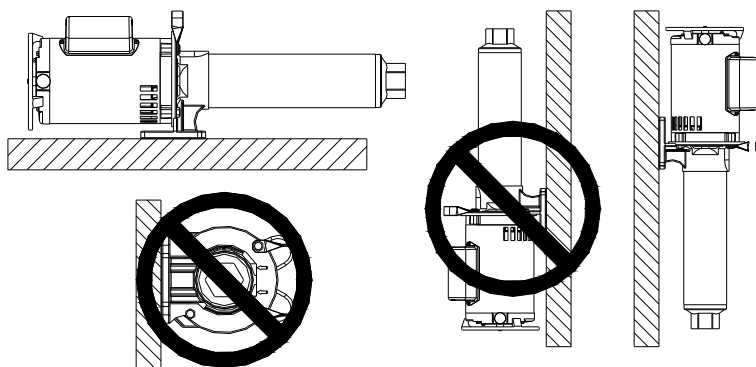

Figure 5
**NOTE:** Monter la pompe dans la position correcte sinon la défaillance de la pompe résultera. (Voir Figure 5).